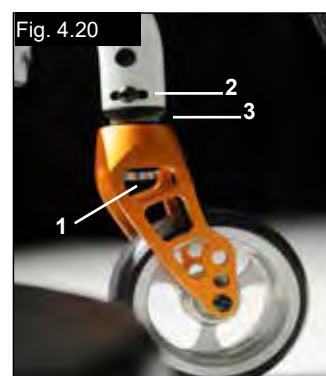

Fig. 4.20
Dann die Schraube (1) wieder anziehen. (Fig. 4.20).